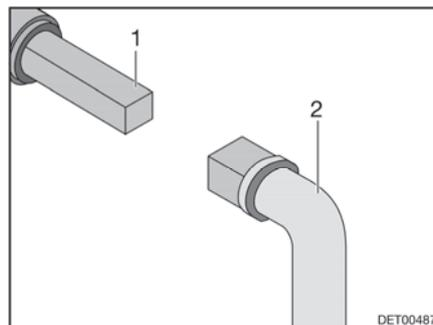

Fig. 116 Manejo del grifo para la eliminación de aguas residuales
- Insertar la llave (Fig. 116,2) en el cuadrado (Fig. 116,1).